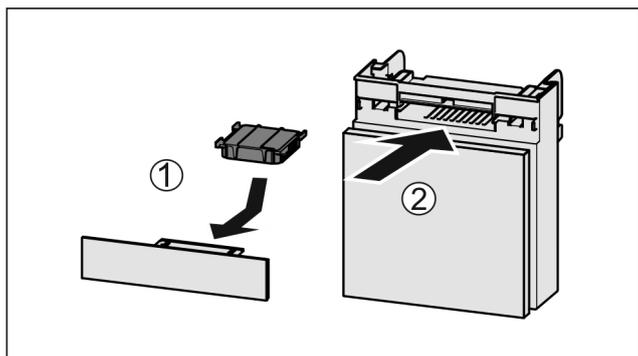

Fig. 147
- ▶ Insérer le filtre à charbon actif d'après le schéma Fig. 147 (1).
- ▶ Insérer le compartiment Fig. 147 (2).